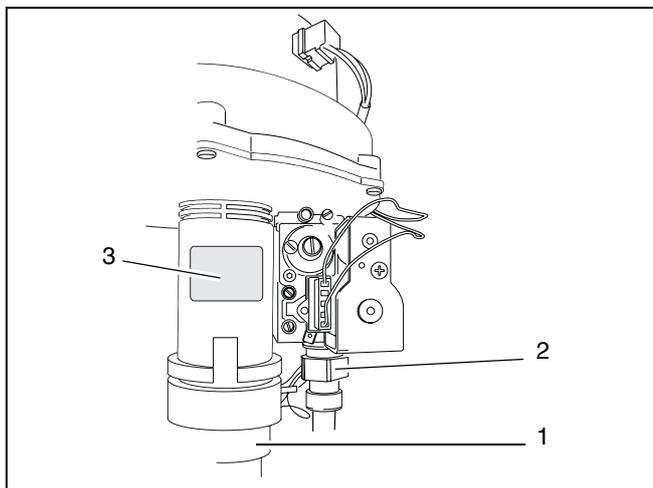
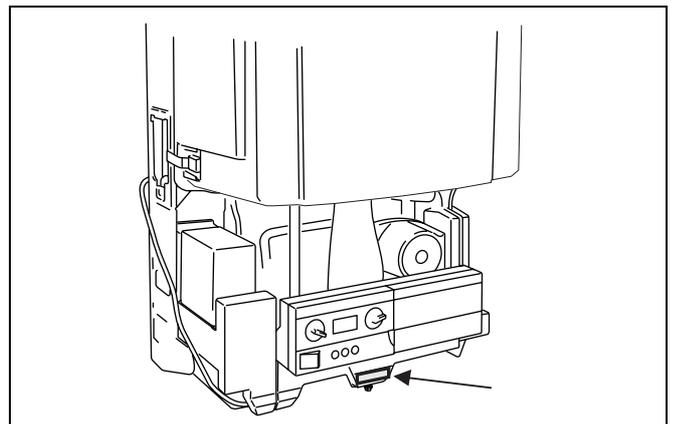

Abb. 44 Gasarmatur
Abb. 47 Aufkleber anbringen
- Überwurfmutter von der Gaszuleitung an der Gasarmatur lösen (Abb. 44, Pos. 2).
- Luftansaugrohr nach unten abziehen (Abb. 44, Pos. 1).
- Gasarten-Aufkleber am Kessel anbringen (Abb. 44, Pos. 3, Abb. 47).